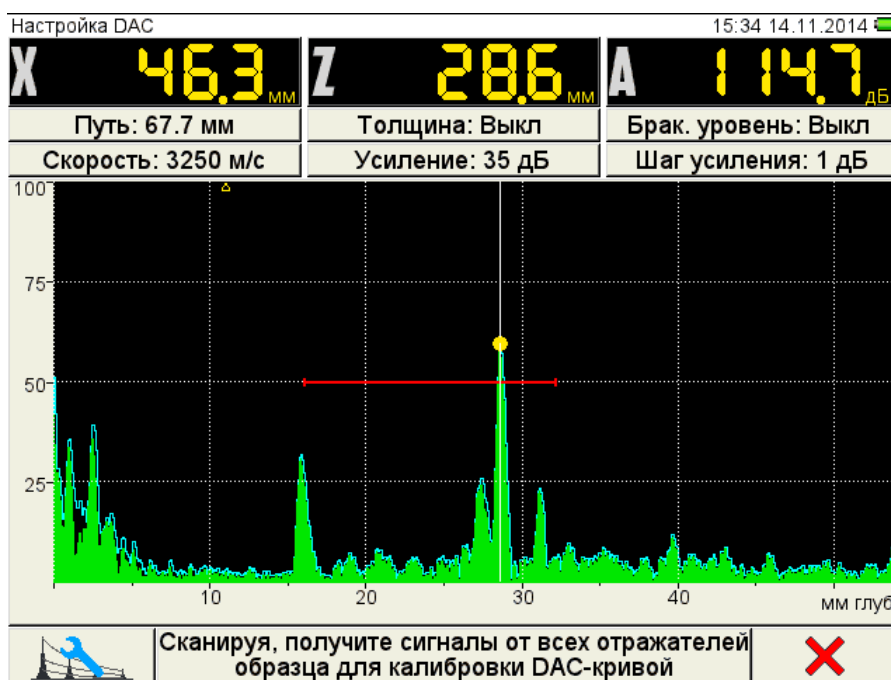

Рисунок 31
- найти максимальный сигнал от второго контрольного отражателя и отредактировать его аналогично первому отражателю, при этом первая узловая точка не должна попадать в поле строба (рисунок 31);